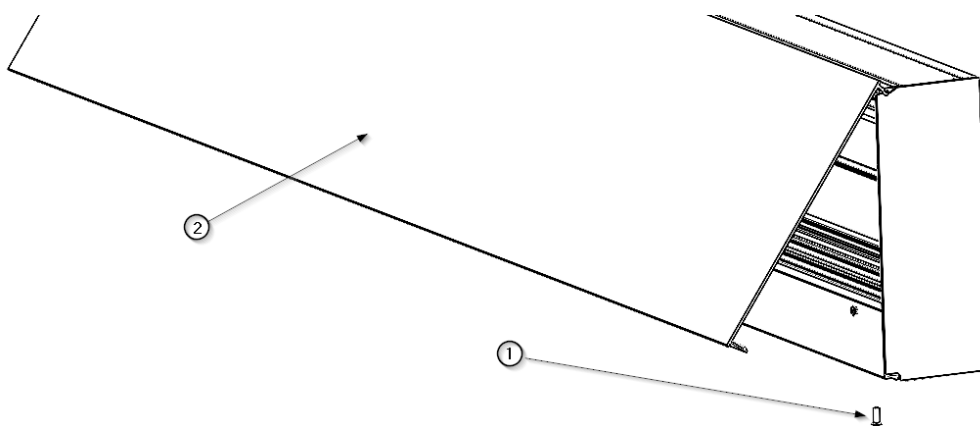

Abb. 2 Entfernen der Frontklappe
- Entfernen Sie die Schraube ①, um die Klappfrontabdeckung ② wie in Abbildung 2 gezeigt zu entfernen. Bewahren Sie sie an einem sicheren Ort auf.